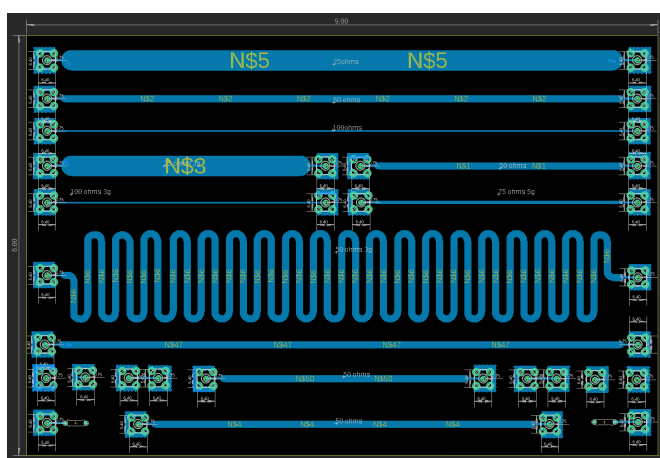

Figura 1: Líneas de transmisión en el software EAGLE.
2. Para abrir el archivo **Lineas.brd** puede ser de dos manera, la primera forma es ubicar el archivo  y con un doble clic el archivo abre sin problema, mientras que la segunda forma consiste en abrir el software Eagle, **File→Open→Board→Ruta del archivo**, sino vea el siguiente vídeo de como hacerlo aquí. En la figura 1 se muestra el resultado de abrir el archivo **Lineas.brd** en el software EAGLE.